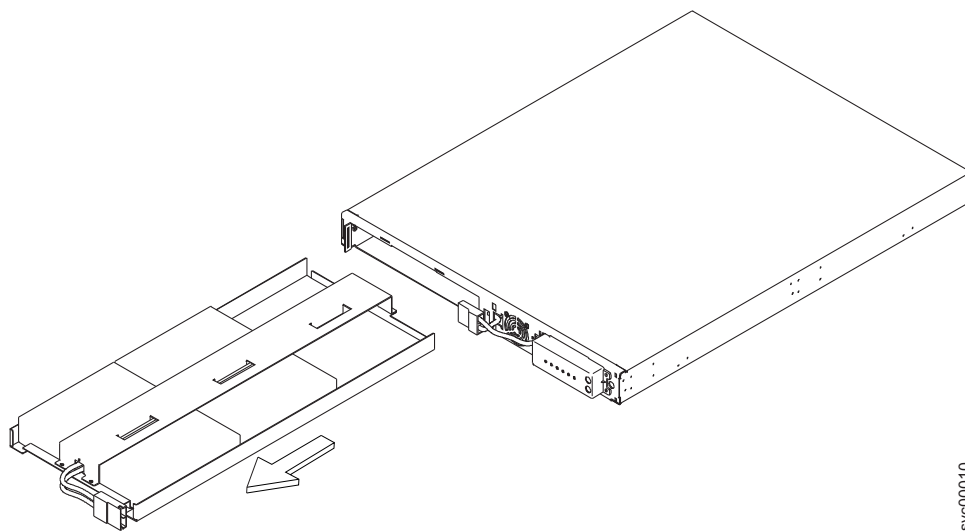

図 333. 2145 UPS-1U バッテリーの取り外し
5. 図 333 に示すように、バッテリーをスライドさせて 2145 UPS-1U から取り外し、平らな面に置きます。